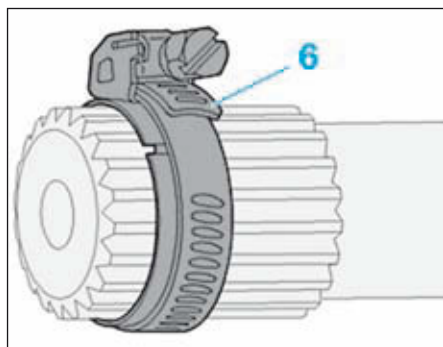

FIG.9
- un collier de serrage (6) sur le circlip pour faciliter l'emmanchement du bol (3) (Fig.9).